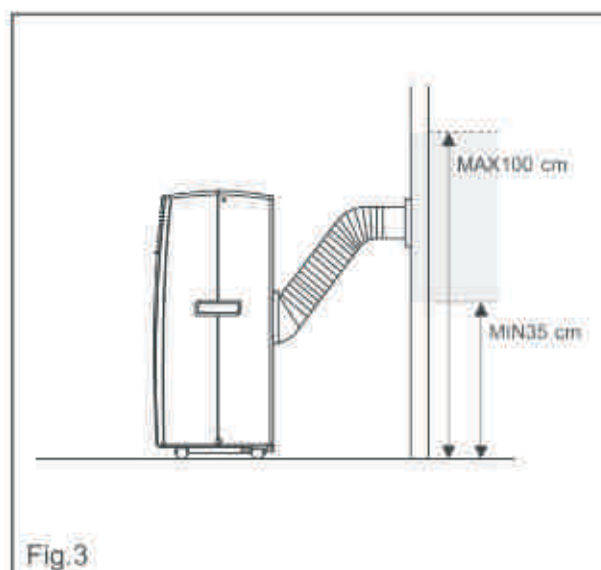

Fig.3
- Introduceți celălalt capăt al furtunului flexibil de evacuare în brida fixată anterior pe perete, ca în fig3.